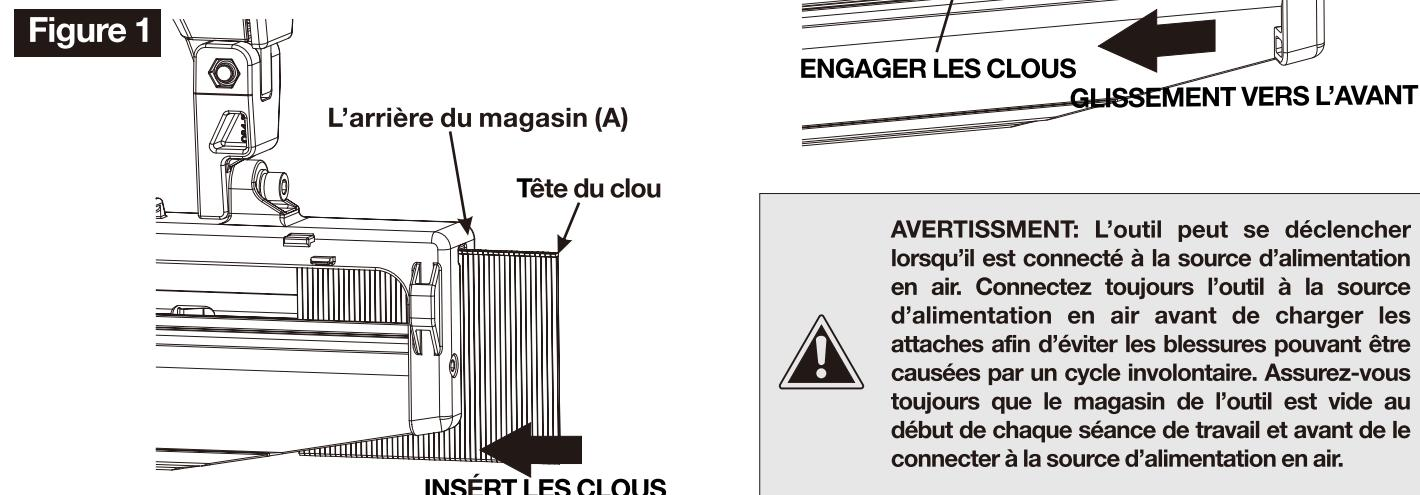

Figure 2
2. Insérez une bâtonnet d'attaches à l'arrière du magasin(A). Assurez-vous que les attaches pointent vers le bas. (Voir figure 1 & figure 2)